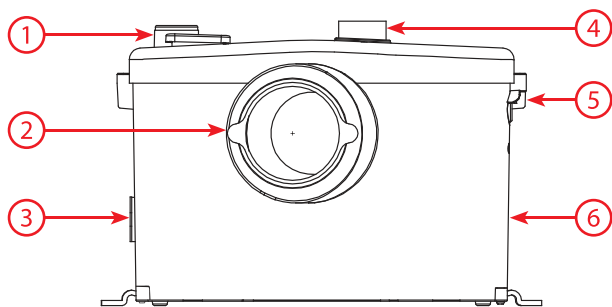
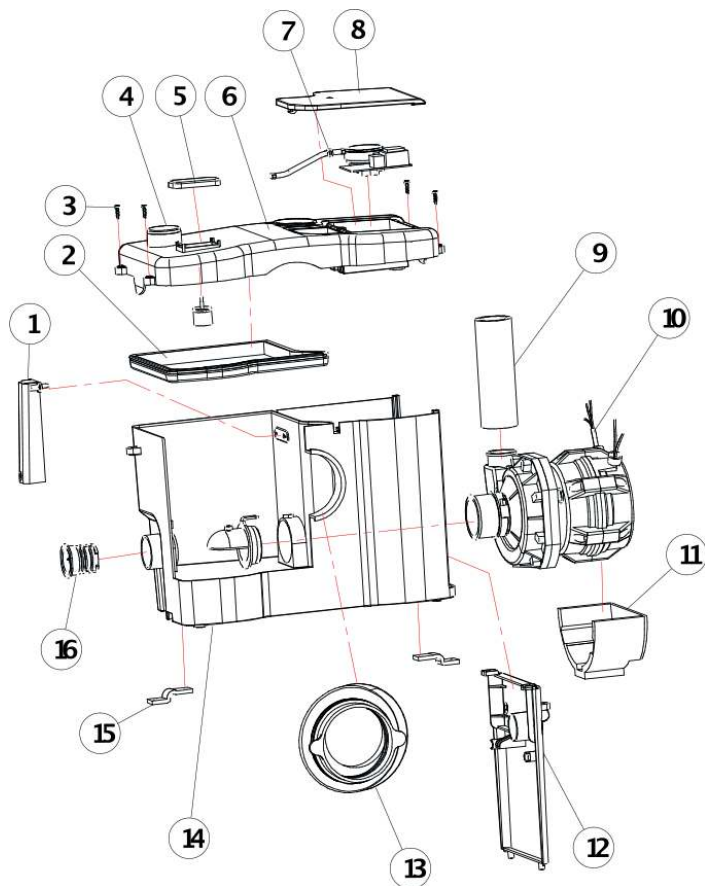

Рис. 1
Рис. 2
Сточные воды из унитаза, раковины и душа попадают в приемную камеру через входные патрубки 1,2,3 (Рис. 1), пока не достигнут определенного уровня, при котором воздушный включатель 7 (Рис. 2), включает электродвигатель 10 (Рис. 2), который выбрасывает их через выходной патрубок 4 (Рис. 1).
- Установите насос на выбранное место и выньте заглушки из патрубков на насосе к которым будут присоединяться трубы и/или унитаза (рис. 1).
- Установите обратный клапан идущий в комплекте на выходной патрубок (пункт 4, рис. 1).